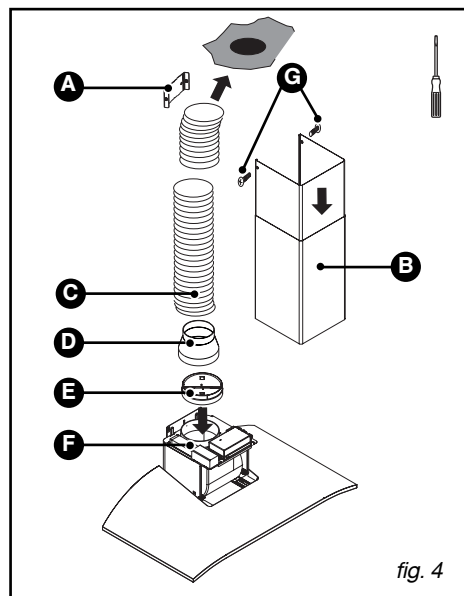

fig. 4
– Schuif het uiteinde van de buis op de motoruitgang (fig.4).
– Bereid de telescopische schouw voor en zorg ervoor dat de luchtspleten niet zichtbaar zijn (fig.4).
– Bevestig het bovenste element van de schouw (B/fig.4) op de metalen schouwsteun (A/fig.4) met de twee schroeven (G/fig.4).